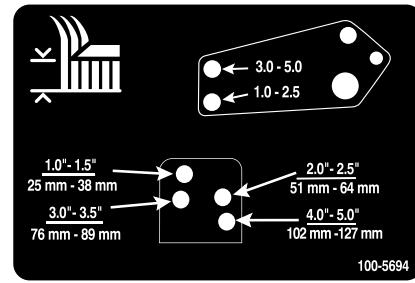

Figura 28
- Alinee los taladros de los acoplamientos de los amortiguadores con los taladros seleccionados del soporte de altura de corte en el bastidor de la carcasa de corte y coloque los pasadores de horquilla y las chavetas (Figura 28).